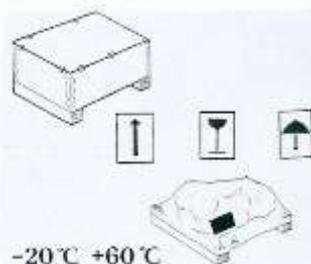

fig. 12
- Les emballages, le cas échéant, peuvent reporter des signaux et des pictogrammes qui fournissent d'importantes informations concernant la manutention et le transport (masse, points de prise, informations pour le stockage, etc.) - (fig. 12).